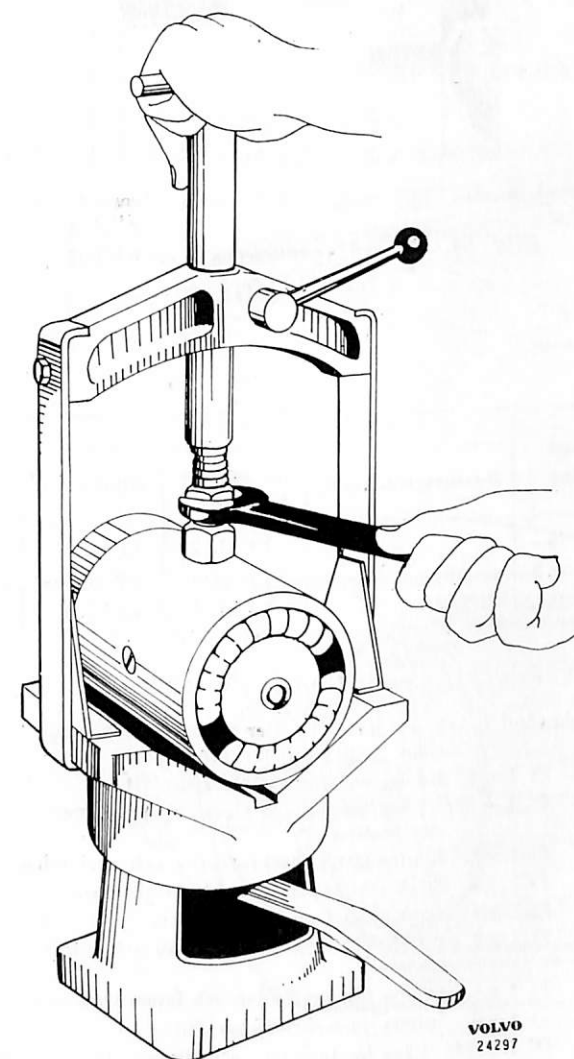

Bild 31. Uppspanningsbock för demontering av fältlindning.
3. Lägg därefter in statorn i den på bild 31 visade uppspanningsbocken. (Bosch EF AW 9) och lossa polskruvarna.